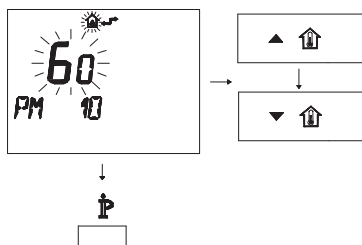

Figura 5.51
- Para modificar el punto de consigna programado use los botones **▲** ↑ o **▼** ↓ y espere a que el número programado comience a parpadear (Figura 5.51).